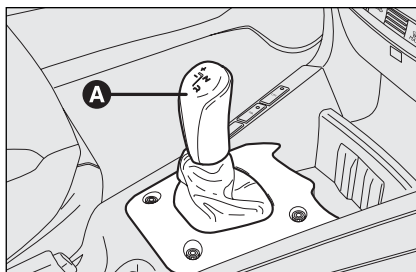

fig. 5
- ☐ par le levier de commande **A-fig. 5** placé sur la console centrale;